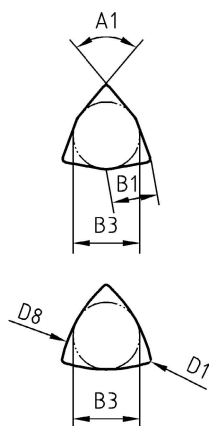

**Bild 7 —
Eingeführt und in Tabellen 1 und 9 sowie in Bild 7 aufgenommen;
- g) Bild 7 überarbeitet.